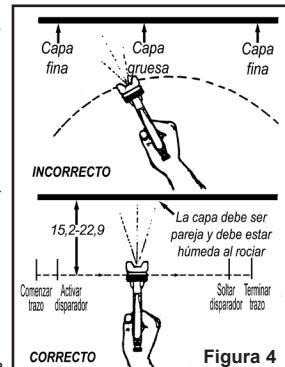

Figura 4
- Comience a rociar. Coloque la pistola a 15-23 cm de la superficie de trabajo y, mientras mueve la pistola de lado a lado, presione el disparador para comenzar a aplicar el material. Para evitar marcas de gotas o chorreaduras, la pistola debe estar siempre en movimiento; antes, durante y después de presionar el disparador (ver Figura 4). Al pintar de izquierda a derecha, siga el patrón vertical y al pintar de arriba hacia abajo, siga el patrón horizontal. Practique con un retazo o un cartón hasta que los resultados de la capa de prueba sean aceptables. Puede realizar lo siguiente: